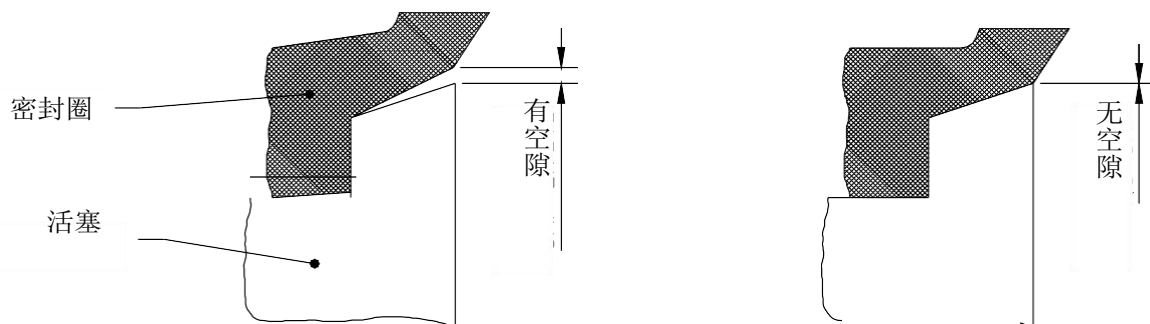

图8C：正确的密封圈装法
- e) 如图 8C 所示，当活塞和密封件之间不存在间隙时，密封件安装正确。